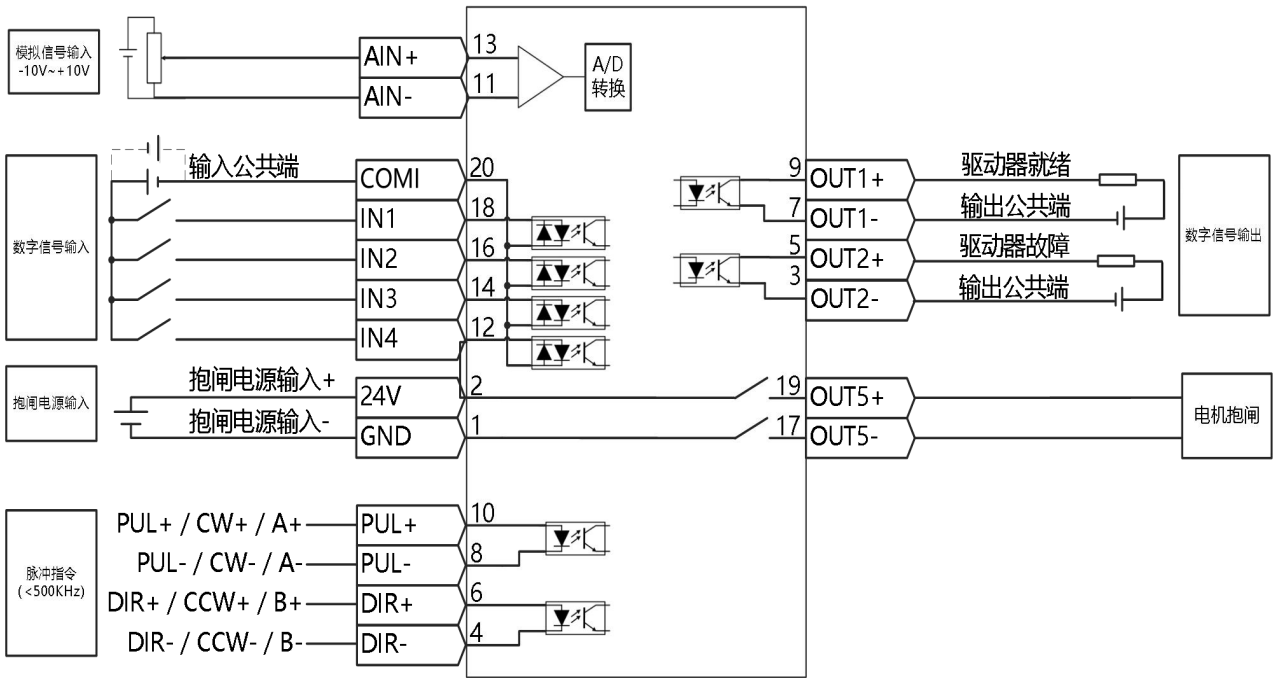

图 3-3 外部输入输出接口接线图
- 图 3-3 输出为 NPN 接线方式，PNP 接线方式如图 3-4 所示。